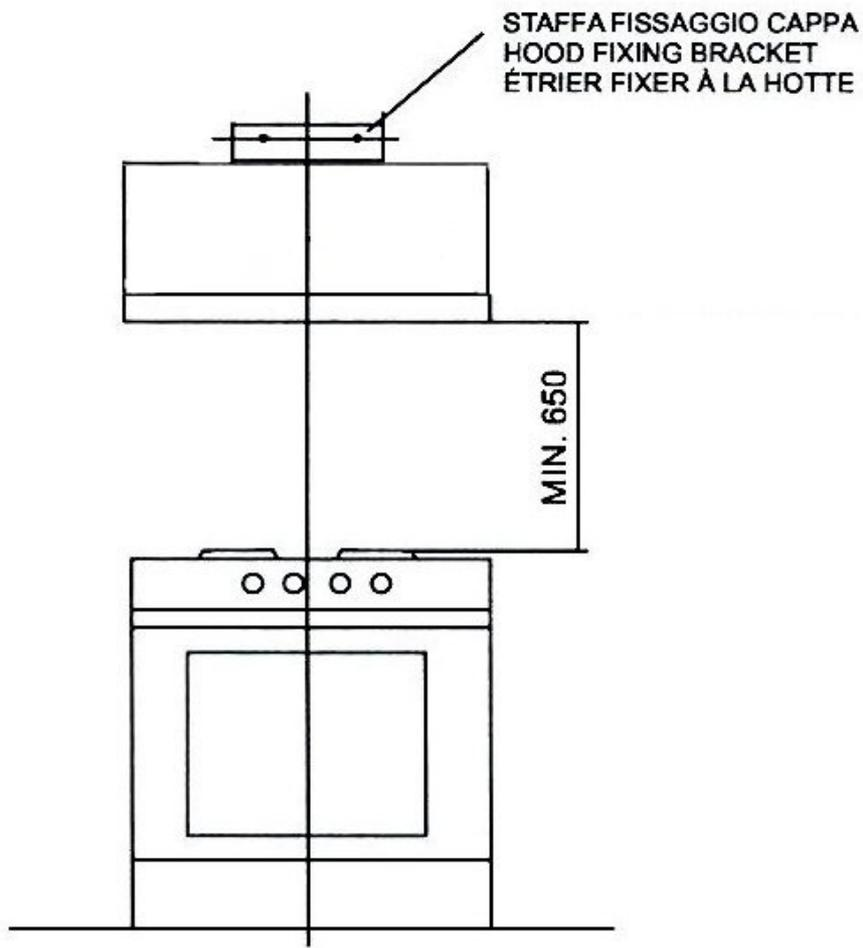

fig.3
- 1) Stabilire la distanza tra il piano di cottura e la cappa (Fig. 3).